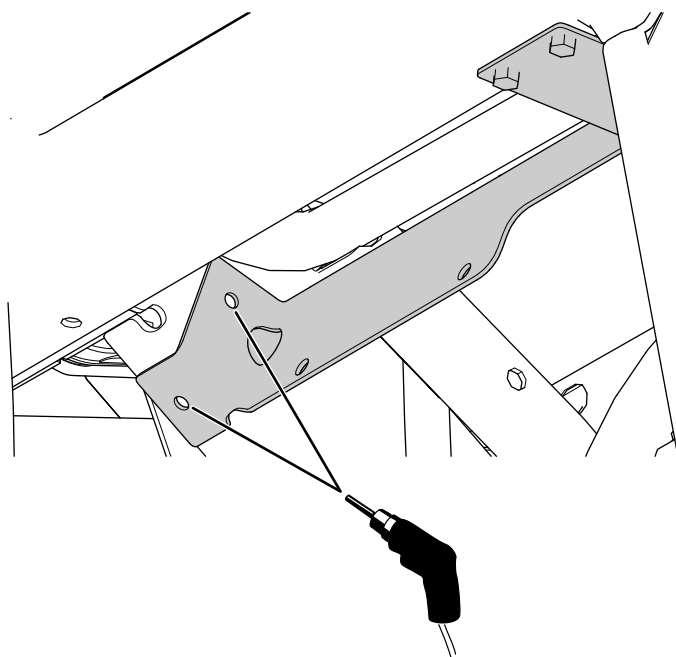

Figura 26
- C. Utilizzando la staffa del riscaldatore come riferimento, praticate 2 fori (5/16") nel supporto del cruscotto (Figura 26).